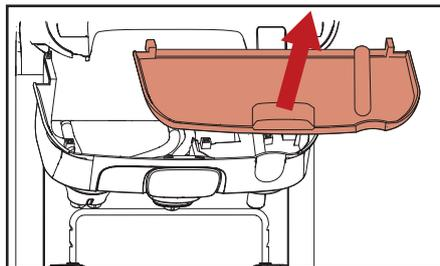

Fig. 5.11 - Retirar bandeja interna de goteo
- c. Retire la bandeja interna de goteo y límpiela, si es necesario (fig. 5.11).